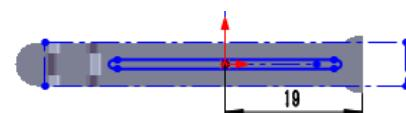

图 15.3.34 编辑草图
- (4) 编辑草图，如图 15.3.34 所示。退出草图环境，完成成形特征 3 的创建。